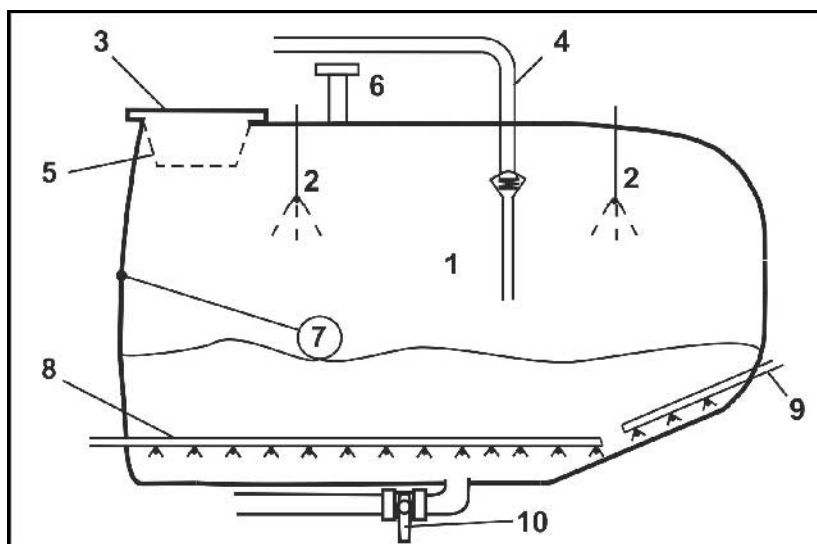

Fig. 43
- Le marquage rouge (Fig. 43/1) sur l'écran de contrôle est visible lorsque la machine stationne sur la béquille hydraulique.